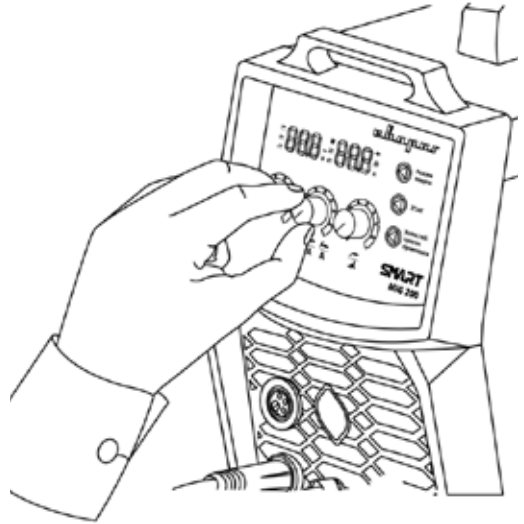

Рис. 11.6. Установка силы тока.
5. Установите необходимое значение силы тока (См. рис. 11.6).